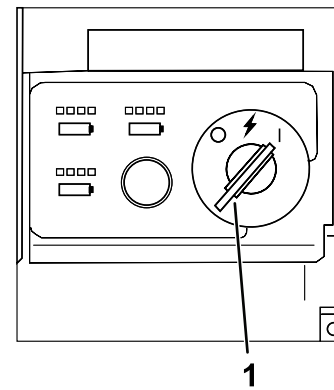

Figura 18
4. Gire la llave a la posición de CONECTADO para encender la máquina (Figura 18).